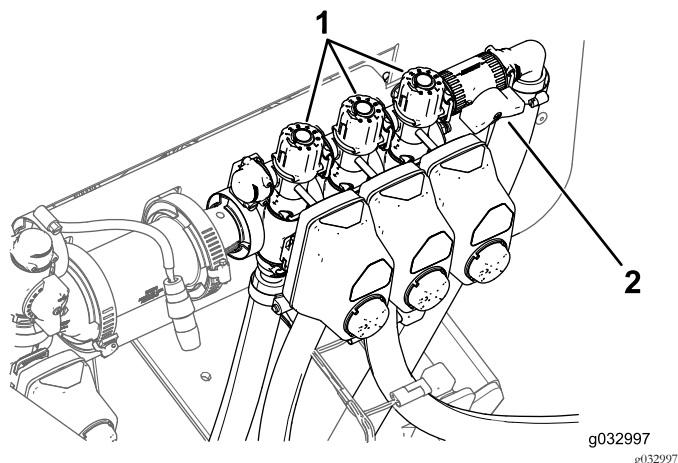

Figura 129
9. Spegnete la barra sinistra e regolate la manopola di bypass della barra (Figura 129) fino a quando la pressione non raggiunge il livello precedente.
11. Regolate la manopola di bypass della barra destra (Figura 129) fino a quando la pressione non raggiunge il livello precedente.
13. Regolate la manopola di bypass della barra centrale (Figura 129) fino a quando la pressione non raggiunge il livello precedente.